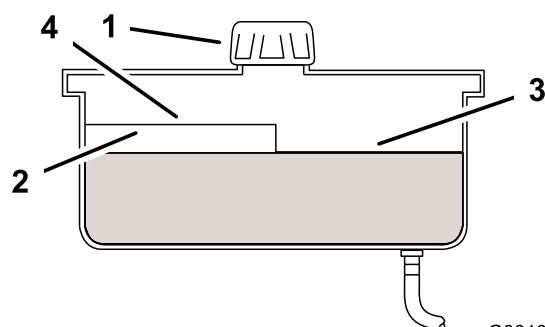

Figure 58
2. Nettoyez la surface autour du goulot de remplissage du réservoir hydraulique (Figure 58).
3. Enlevez le bouchon du goulot de remplissage et vérifiez si le réservoir contient du liquide (Figure 58).
Remarque: Lorsque l'huile est chaude, le niveau de liquide doit atteindre le haut du repère "à chaud" sur le déflecteur (Figure 58).